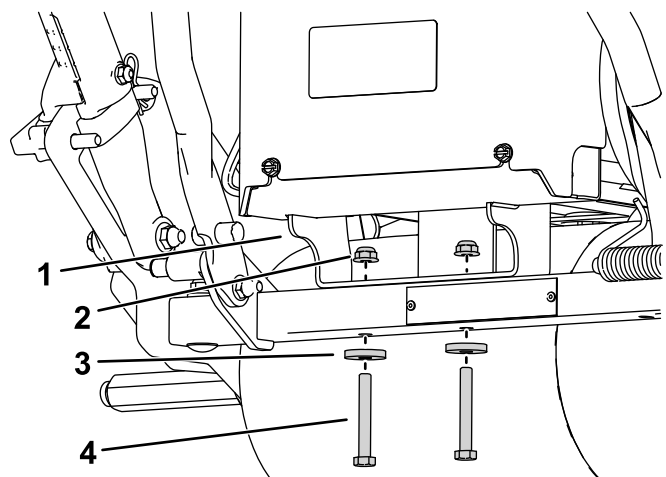

图 5
5. 卸下将电源中心支架固定到机器后部的 2 个螺母、垫圈和螺栓然后将其卸下图 5。